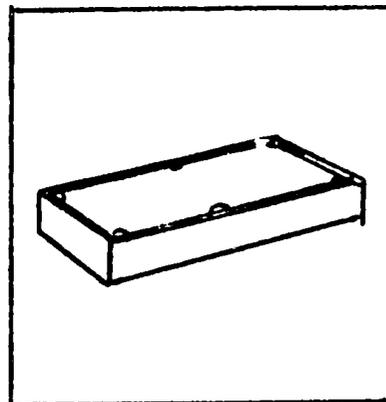

Fig. 26 - Molde para baldosines.
75. Baldosines para el piso. Los baldosines hechos con la Prensa CINVA-Ram dan suelos atractivos, baratos y durables. La inserción para baldosines es un bloque de madera con una cara metálica (ver Fig. 26). La superficie superior contra el desgaste del baldosín se hace con una mezcla de cemento y arena.